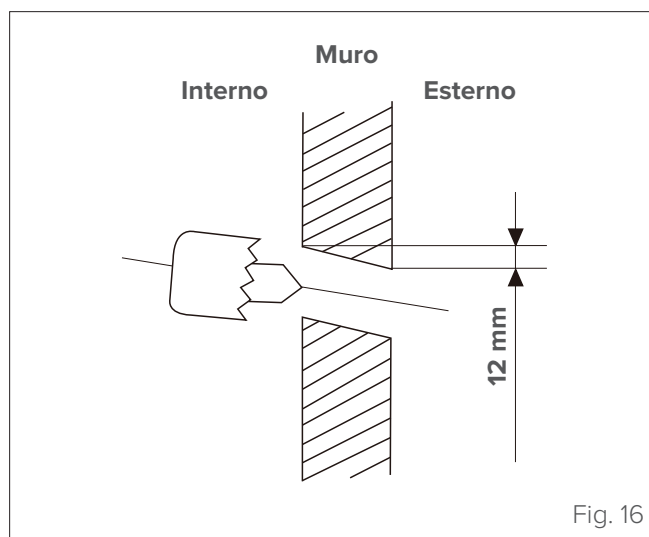

Fig. 16
- 1 Determinare la posizione del foro nella parete in base alla posizione dell'unità esterna. Il foro nella parete dovrà avere un diametro minimo di 65 mm e una leggera inclinazione verso il basso per facilitare il drenaggio (vedere "Fig. 16").